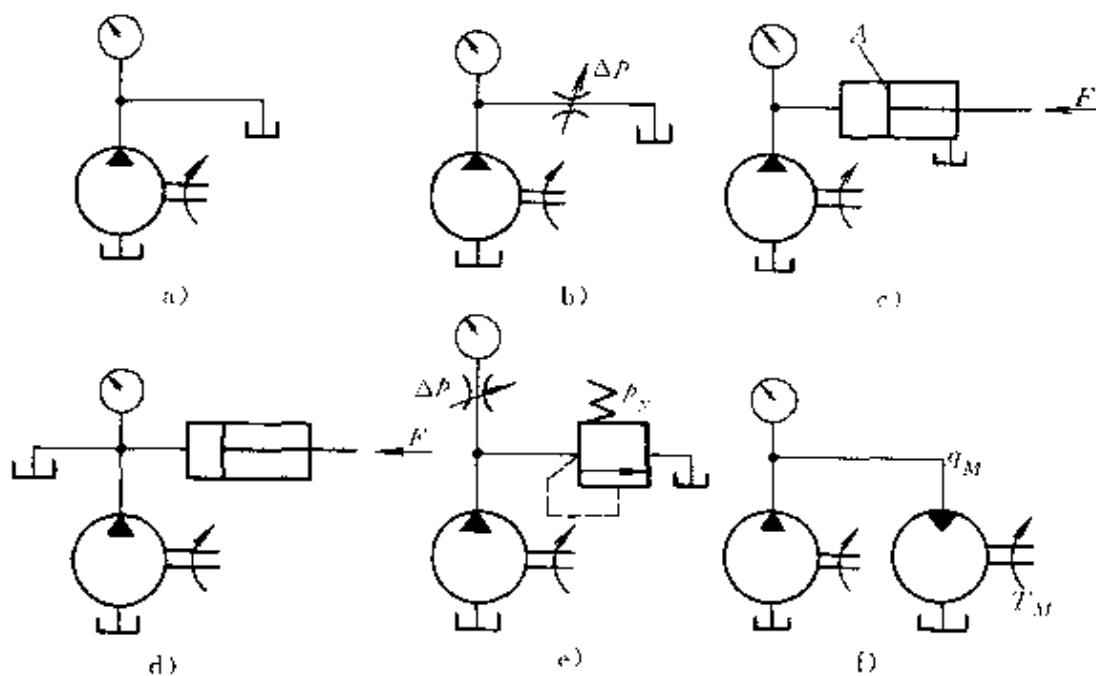

图 3-18 液压泵工作示意图
**例 11** 已知液压泵的额定压力  $p_H$ ，额定流量  $q_H$ ，忽略管路损失，试说明图 3-18 所示各种情况下，液压泵的工作压力分别为多少（压力计读数）？并说明理由。